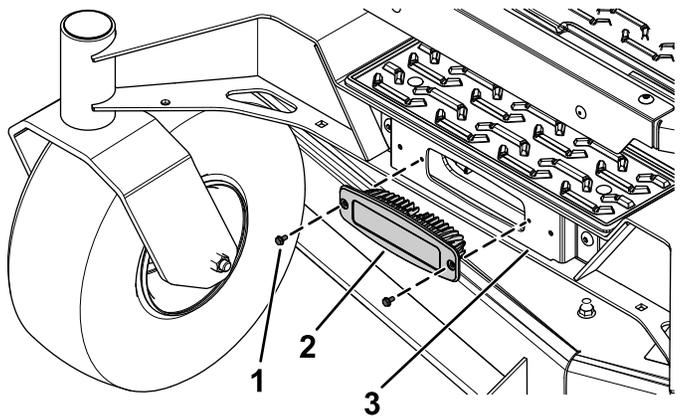

Figure 2
1. Fixez l'éclairage au support d'éclairage à l'aide des 2 vis à tête hexagonale à embase (Figure 2).